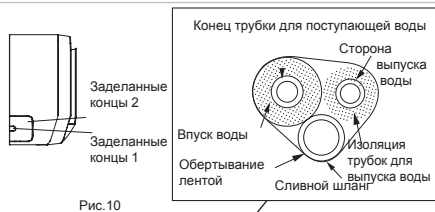

Рис.10
(1) При протяжке трубопровода и электропроводки слева или справа от внутреннего блока по мере необходимости отрежьте заделанные концы от шасси (Рис.10)